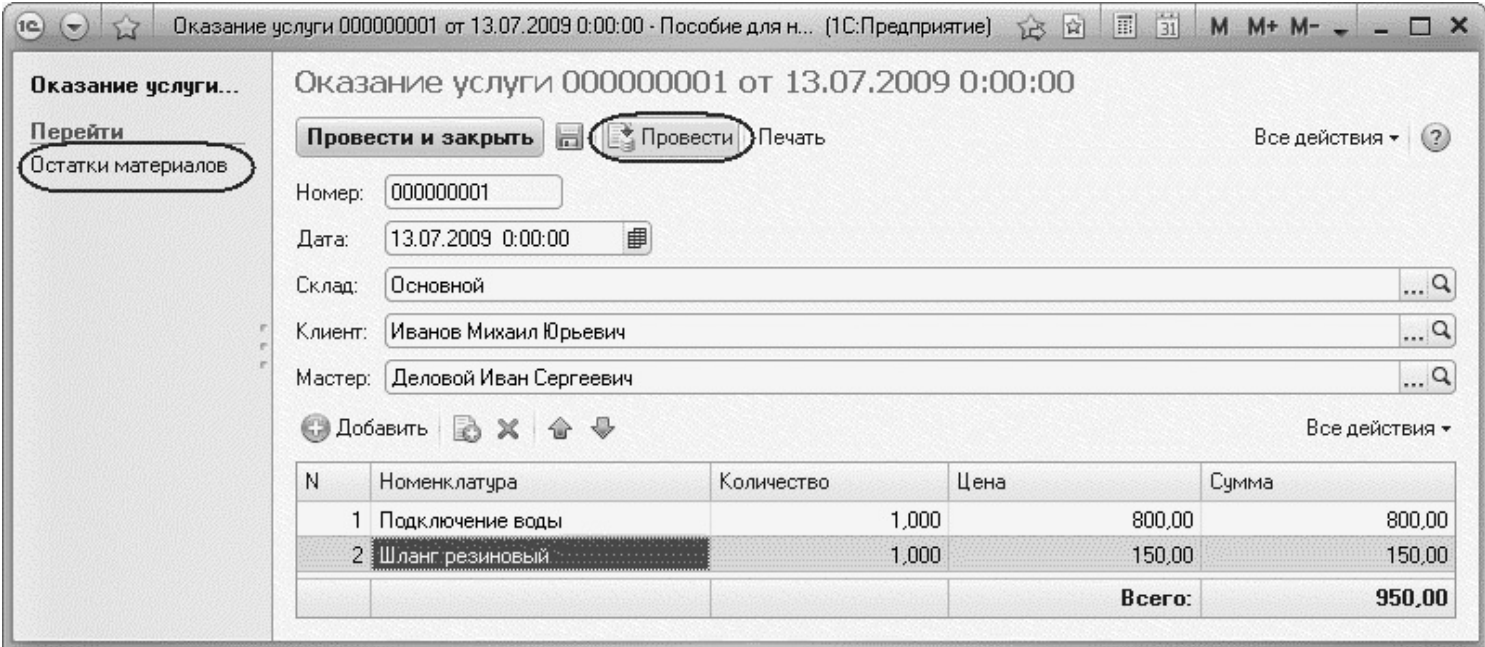

Рис. 10.4. Измененный документ «Оказание услуги № 1»
- добавим материал – *Шланг резиновый* (рис. 10.4).